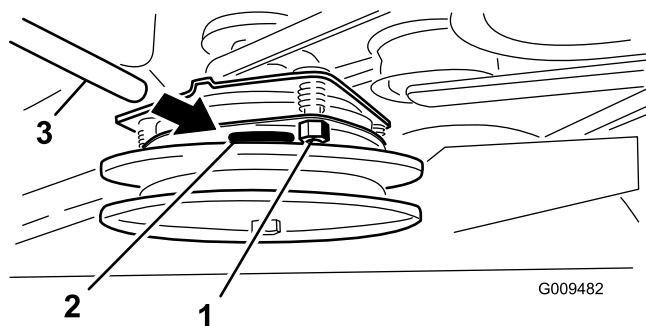

図 58
2. 調整が必要な場合は、0.381 mm0.015 インチのすきまゲージを使い、3ヶ所の調整スロットそれぞれで調整する。すき間ゲージがかかるくはさまれるがまだ楽に動かせる程度までロックナットを締め付ける 図 58。